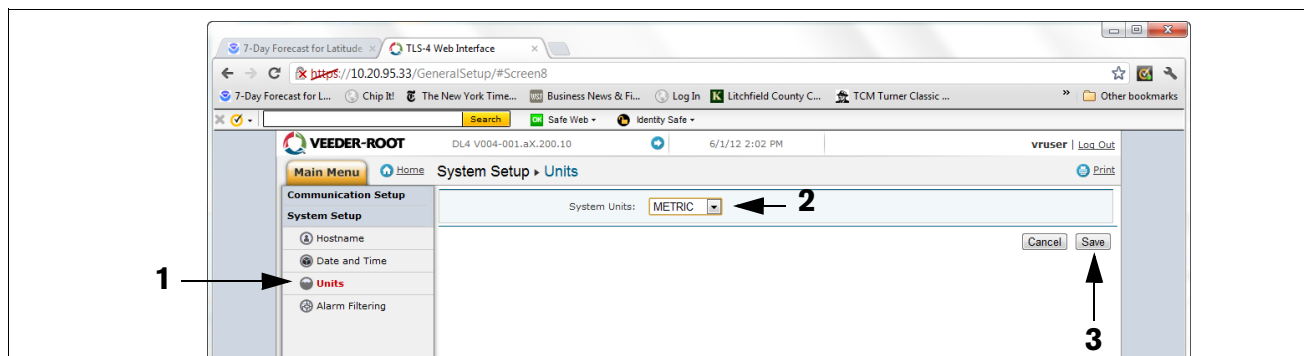

Figura A-12. Selezione delle unità del sistema
14. Dal menu Setup sistema, fare clic sulla pagina Unità (1), selezionare le unità desiderate (2), fare clic su Salva (3) (vedere l'esempio nella Figura A-12).